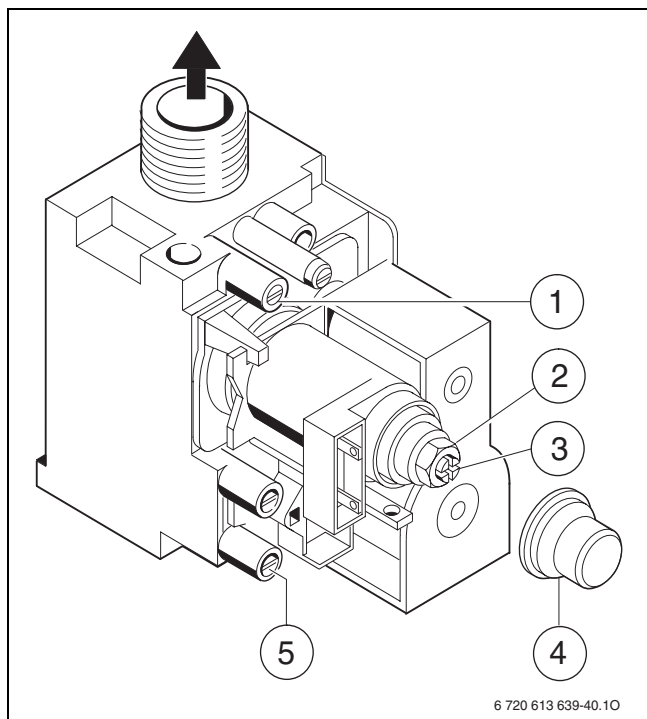

Fig. 42 Válvula de gas
- Aflojar el tornillo obturador del racor de medición de presión de quemador (→ fig. 42 [1]) y conectar el manómetro.
- Desmontar el capuchón (→ fig. 42 [4]).
- Determinar la presión de quemador “máx.” indicada en la tabla de página 61. Ajustar la presión con el tornillo de ajuste de caudal máx. de gas (→ fig. 42 [2]). Girando a derechas aumenta el caudal de gas, y viceversa.
- Determinar la presión de quemador (mbar) “mín.” indicada en la tabla de página 61. Ajustar la presión de quemador con el tornillo de ajuste de caudal mín. de gas (→ fig. 42 [3]).
- ▶ Aflojar el tornillo de estanqueidad en la toma de medición de presión de entrada de gas (→ fig. 42 [5]) y conectar el manómetro.
- Determinar el caudal de gas “máx.” indicado en la tabla de página 61. Ajustar el caudal de gas según el contador de gas con el tornillo de ajuste de caudal máx. de gas (→ fig. 42 [2]). Girando a derechas aumenta el caudal de gas, y viceversa.
- Determinar el caudal de gas “mín.” indicado en la tabla de página 61. Ajustar el caudal de gas, según el contador de gas, actuando sobre el tornillo de ajuste de caudal mín. de gas (→ fig. 42 [3]).